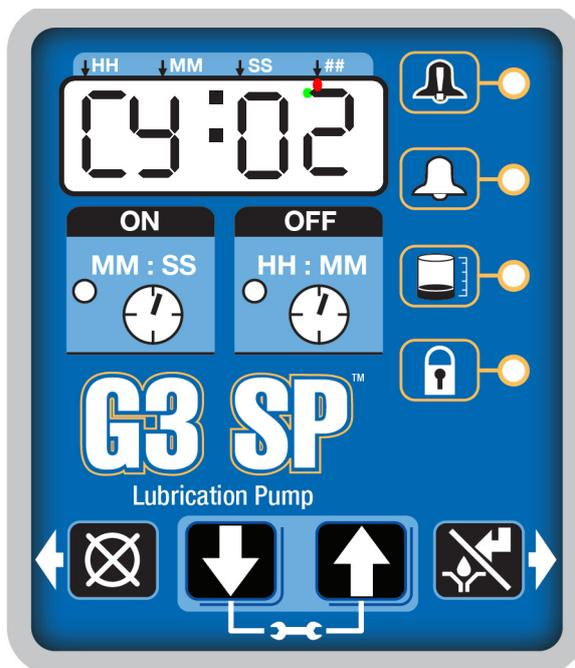

Рис. 30
2. Когда счетчик времени простоя (ВЫКЛ) достигнет нуля, автоматический смазочный насос G3 включится и начнет выполнение запрограммированного рабочего (ВКЛ) цикла (Рис. 30).
- Заданное количество иницирующих отсчетов в системе, управляемой по циклам (CY). Как правило, бесконтактное реле подключено к питателю (делительному клапану).
- На дисплее будет показан датчик (CY) и оставшееся количество циклов для него (Рис. 30).
В примере на Рис. 30 показан датчик CY и 2 оставшихся цикла.